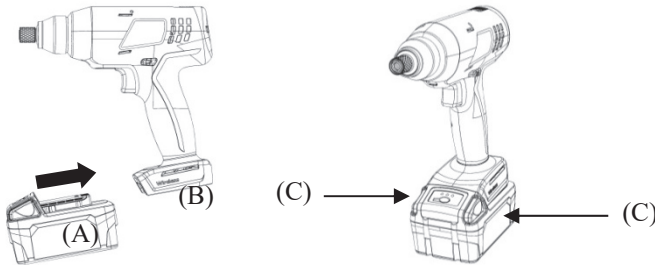

Figura 1
Instalar la batería: Presione la batería (A) sobre la herramienta (B) hasta que encaje en su lugar. (Ver Figura 1)
Extraer la batería: Libere los pestillos de la batería (C) y extráigala (A) de la herramienta (B). (Ver Figura 1)